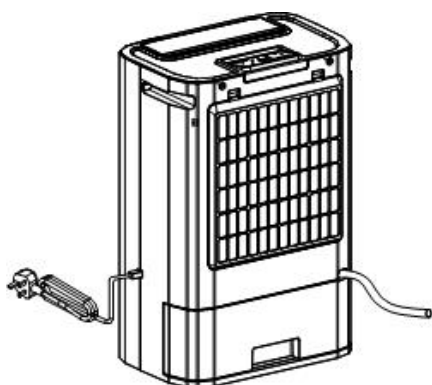

Fig 1
3.5. Ahora empuje el depósito de agua a su posición normal. Asegúrese de que la manguera pase por la pequeña abertura prevista para ello a la derecha, encima del depósito de condensación, y de que todo esté bien asentado y no pueda salir agua por las conexiones (véase la fig. 1).